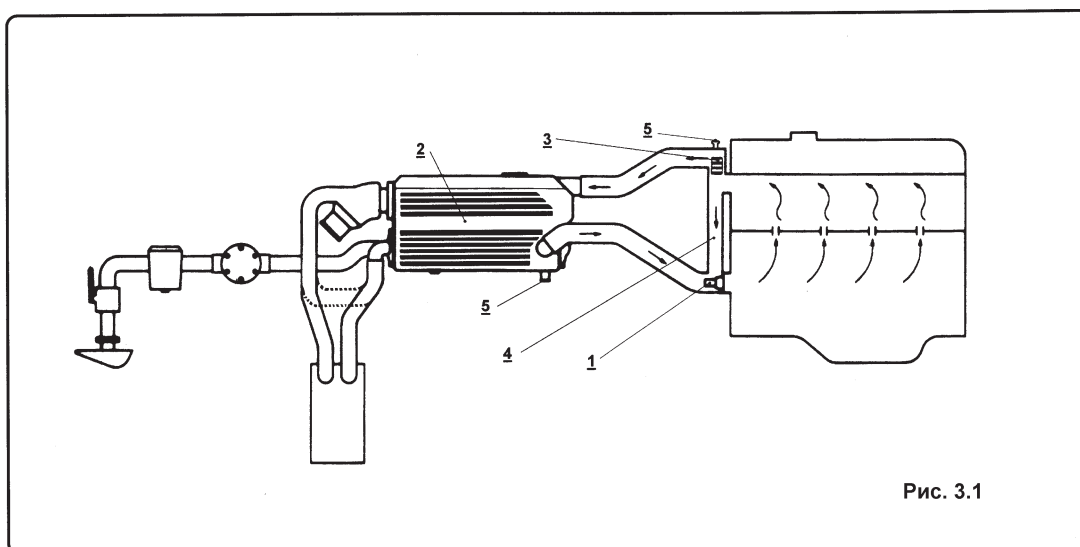

Рис. 3.1
3.2.1. Замкнутый контур — см. рис. 3.1